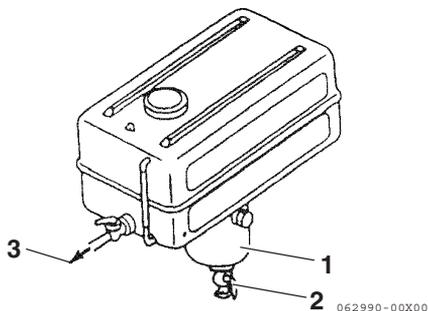

Figura 2
Instale un grifo de drenaje (Figura 2, (2)) en la parte inferior del depósito de combustible para eliminar el agua y los contaminantes del vaso de residuos (Figura 2, (1)).